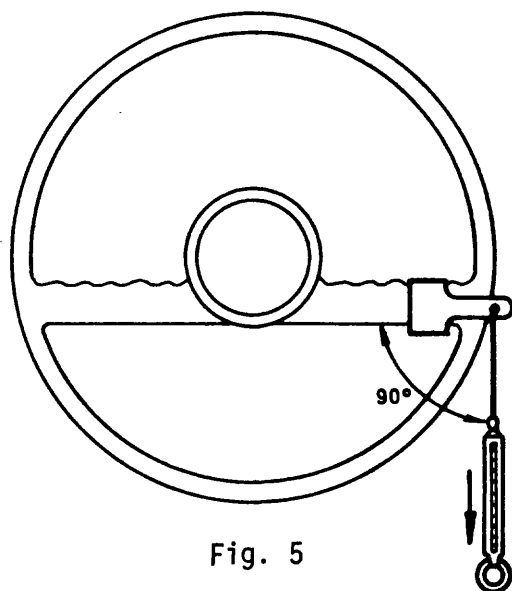

Fig. 5
- La tensión con que se pone en movimiento el volante de dirección, permitiendo verificar la precarga de los rodamientos del eje sinfín (fig. 5).